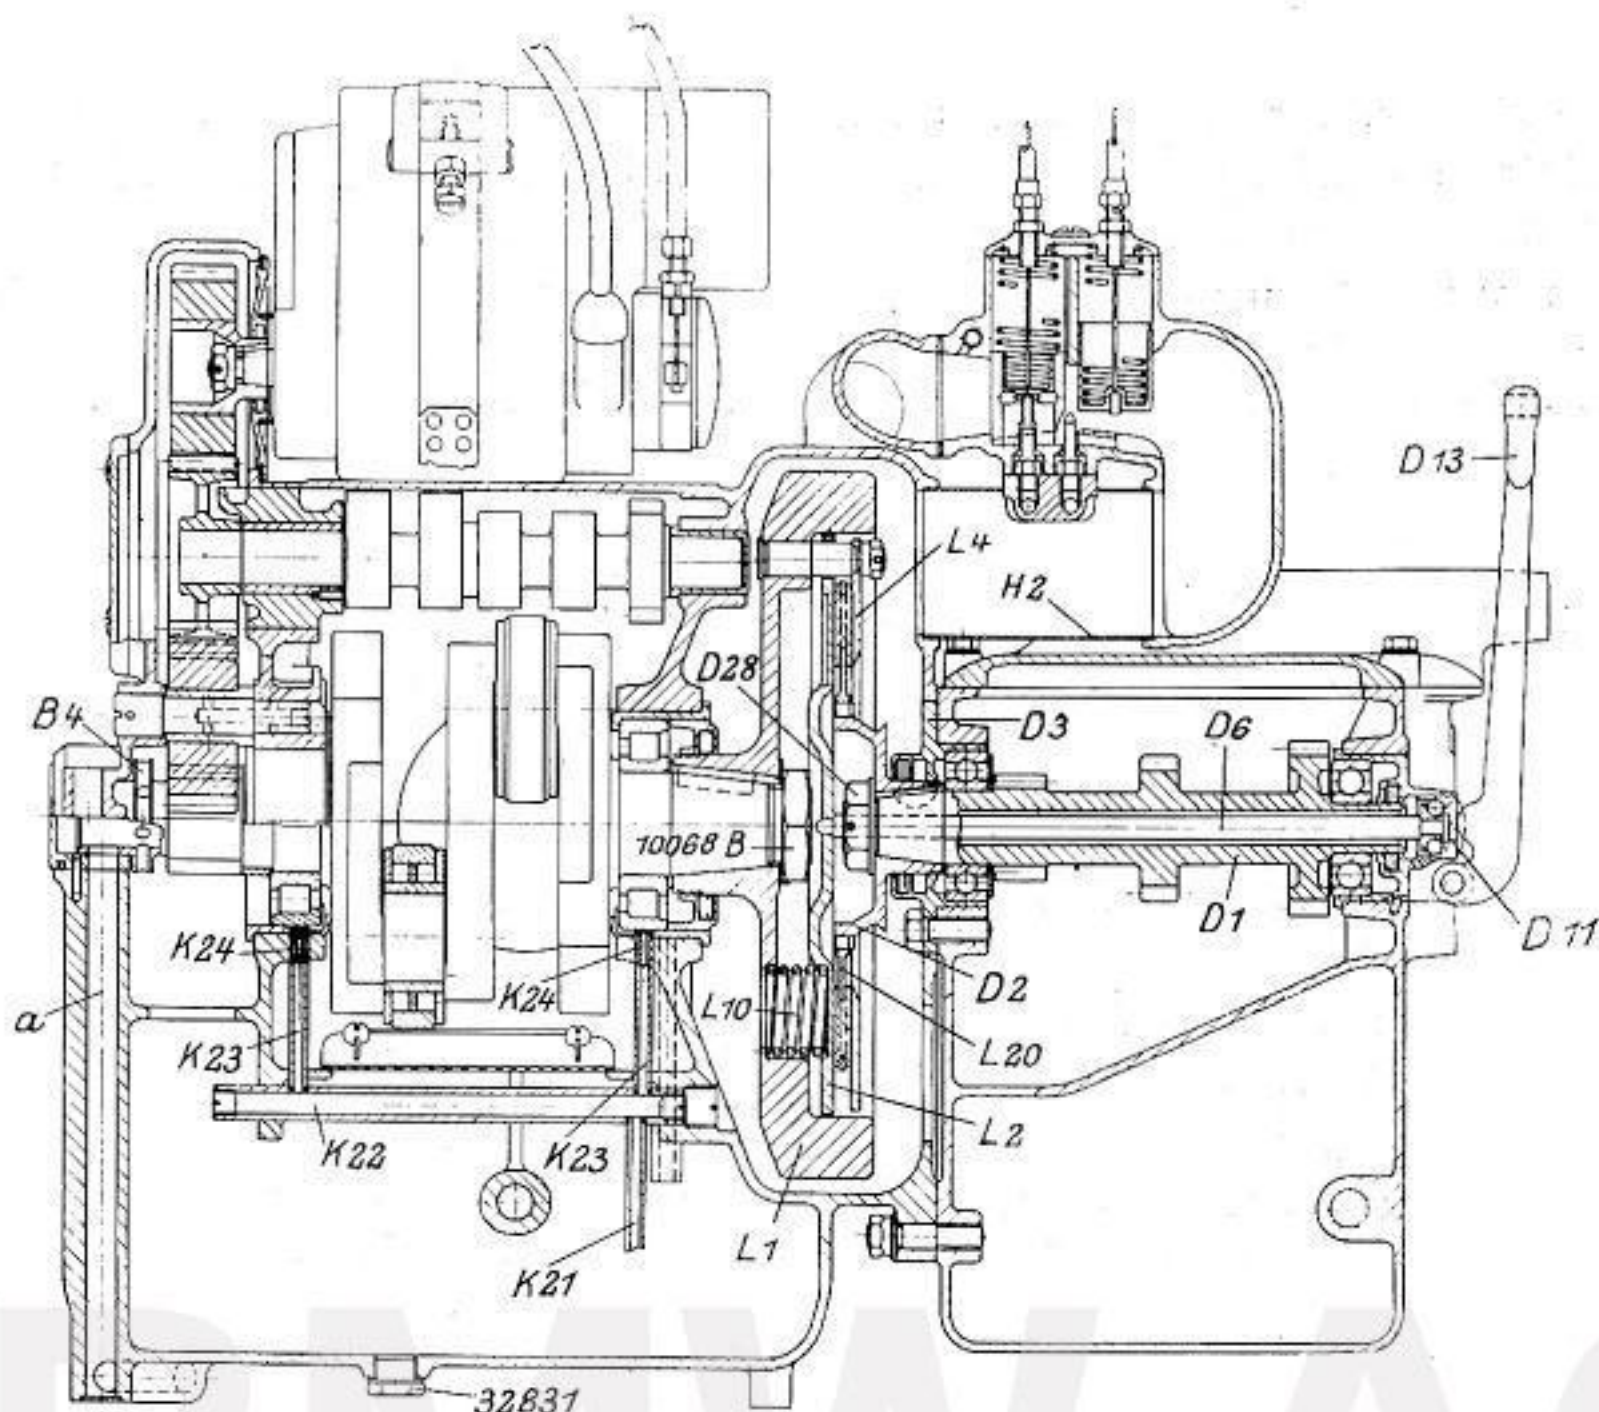

Abb. 9
7. Entlüftung: Die Entlüftung des Kurbelgehäuses ist durch einen mit dem Antriebsrad für Steuerung verbundenen Drehschieber **B 4** (Abb. 9) gesteuert, der von dem vorderen Kurbelwellenende aus angetrieben wird, sodaß der im Motorgehäuse durch das Einwärtsgehen der Kolben entstehende Überdruck durch die in das Gehäuse eingegossene Leitung **a** ins Freie geführt wird. Auf diese Art wird im Motorgehäuse ein geringer Unterdruck erzielt, der ein Austreten von Öl an den Trennfugen des Motorgehäuses wirksam verhindert.
10. Kupplung: Als Kupplung dient eine in Abb. 9 im Schnitt gezeigte Einscheibenkupplung. Der treibende Teil ist das Schwungrad **L 1**, das auf dem Konus der Kurbelwelle aufgekeilt und durch Mutter **10168 B** gesichert ist. Sechs auf der Scheibe des Schwungrades sitzende Kupplungsfedern **L 10** liegen mit ihrem anderen Ende in Vertiefungen eines Drucktellers **L 2** und pressen diesen gegen eine beiderseitig mit Reibbelag versehene Kupplungsplatte **L 20**. Hierdurch drückt letztere gegen die nicht verschiebbare Schlußscheibe **L 4** und nimmt diese bei der Drehung des Motors mit. Die Kupplungsplatte **L 20**, die auf der Kupplungsklaue **D 2** sitzt, überträgt somit die Drehung auf die Hauptwelle **D 1** des Getriebes.
Der Betätigungshebel für die Kupplung befindet sich am Ende des linken Lenkergriffes (Abb. 23) und wirkt durch einen Bowdenzug auf den am Getriebeende des Motorblockes befindlichen Kupplungshebel **D 13** (Abb. 9). Das Ausrücken der Kupplung und somit Unterbrechung der Kraftübertragung auf das Getriebe erfolgt durch Anziehen des Betätigungshebels am Lenker, wodurch der Druckteller **L 2** von der Kupplungsplatte **L 20** durch die Druckstange **D 6** abgehoben wird.
Beim Einfüllen des Öles in das den Ölbehälter bildende Kurbelgehäuse verfähre man stets mit besonderer Sorgfalt, damit keine Unreinigkeiten in die Öldüse gelangen und diese verstopfen. Der Einfülltrichter muß mit einem engmaschigen Siebe oder einem Filter versehen sein und die Einfüllung bis zur oberen Ringmarke des Ölstandprüfstabes vorgenommen werden. Nach etwa 300, 600, 1000 und dann alle 1000 km Fahrt ist das ganze Öl aus dem Gehäuse abzulassen und durch neues zu ersetzen (vgl. auch Abb. 1). Zum Ablassen des verbrauchten Öles entferne man die am Boden des Motorgehäuses befindliche Verschlußschraube **32831** (Abb. 9) mittels des dem Werkzeuge beigegebenen Schlüssels, worauf das Öl abfließt. Den Ölseiher reinige man bei dieser Gelegenheit durch Auswaschen mit Benzin.